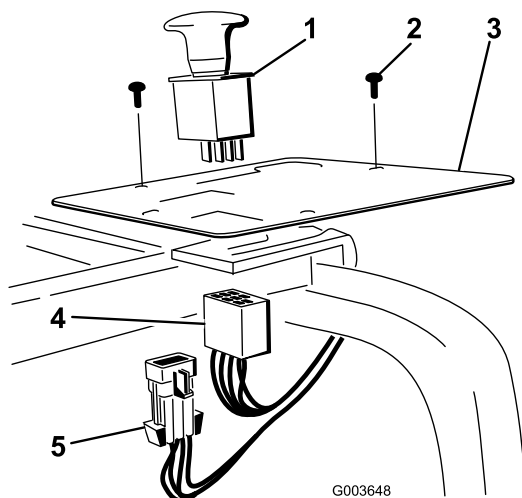

Figure 34
2. Enlevez l'obturateur plastique du panneau et insérez l'interrupteur à sa place (Figure 34).
4. Connectez le faisceau à l'interrupteur dans le panneau de commande (Figure 34).
6. Montez le connecteur du faisceau principal sur le faisceau principal (Figure 34).